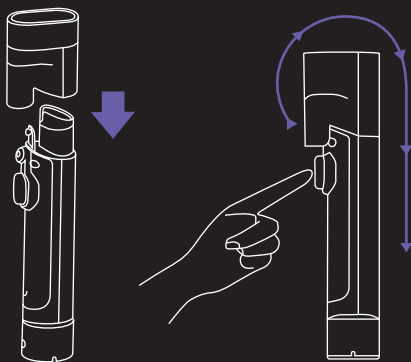

Abb. 19
1. Befestigen Sie die Netzspannung Ihres Geräts an Ort und Stelle und entfernen Sie es vom Gerät. Betätigen Sie die Taste zum Zerstäuben des Wassers und halten Sie die Taste gedrückt, um das Wasser zu zerstäuben und den Wasserhahn zu reinigen (Abb. 19).